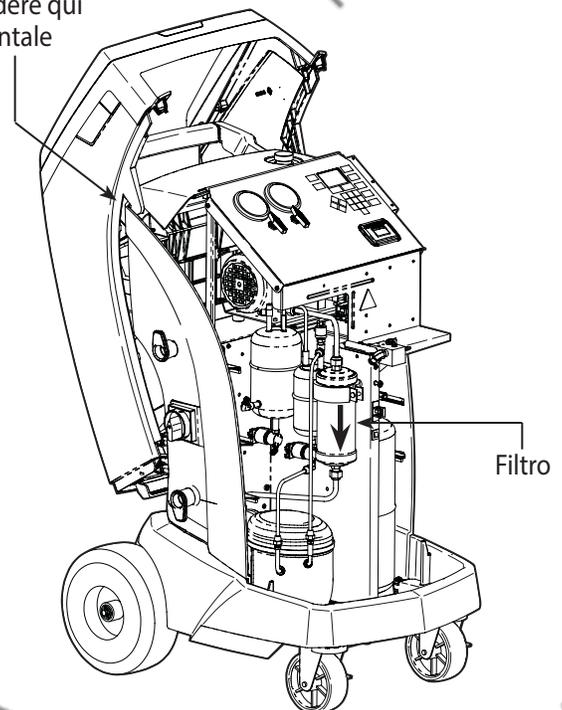

Figura 12
3. Appendere il frontale sul retro della stazione, come mostrato nella Figura 12.